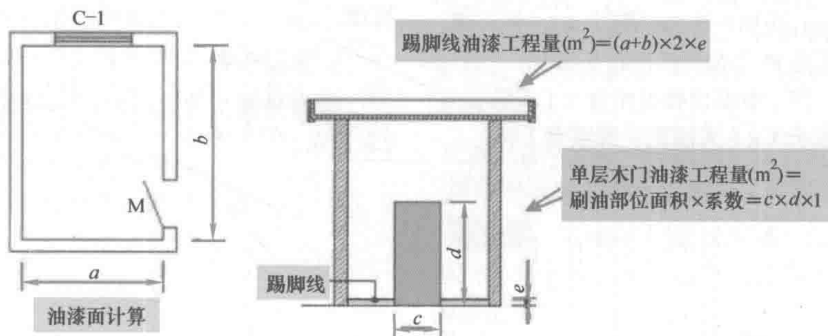

图 1-4 装修油漆面数量的计算
(4) 窗台板油漆面计算方法——长 × 宽。
(5) 单层木门油漆工程量计算方法——刷油部位面积 × 系数 = $c \times d \times 1$
(6) 踢脚线油漆工程量计算方法—— $(a + b) \times 2 \times e$, 如图 1-4 所示。